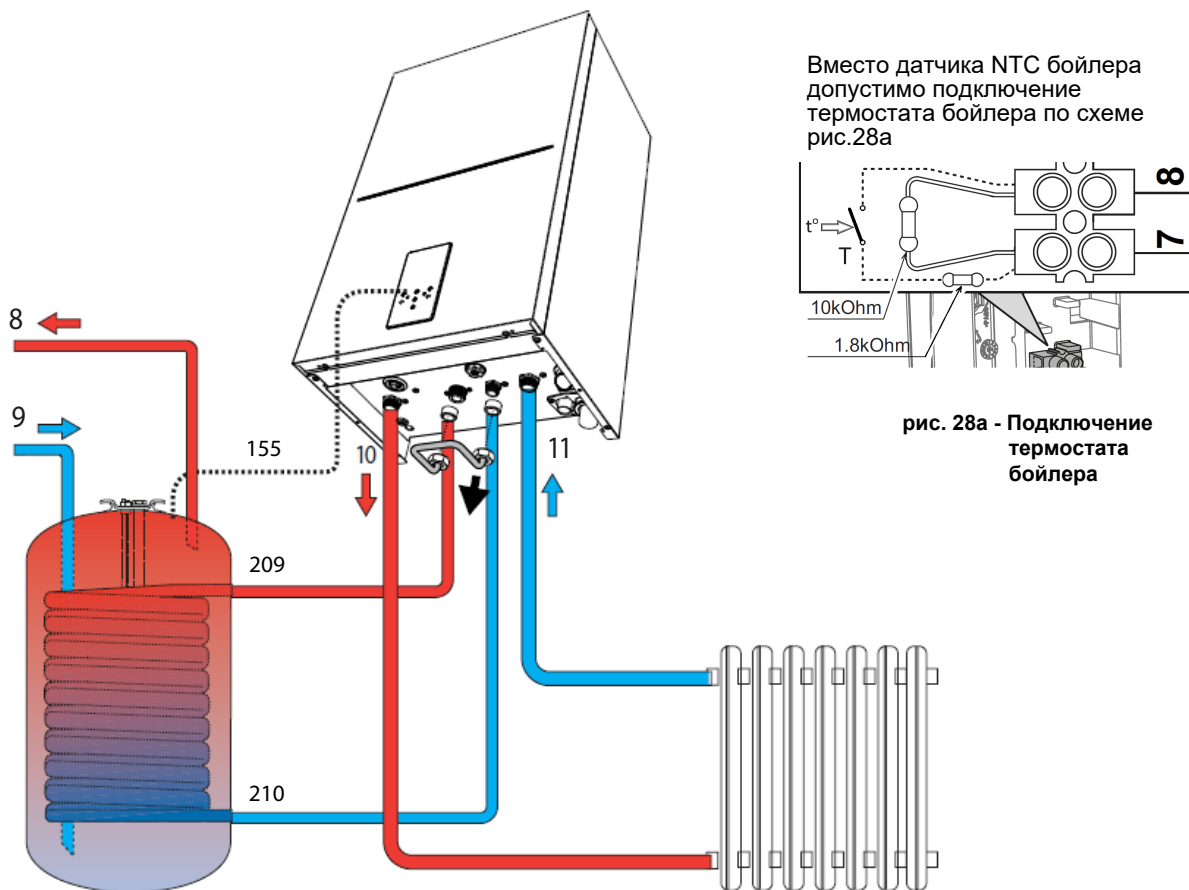
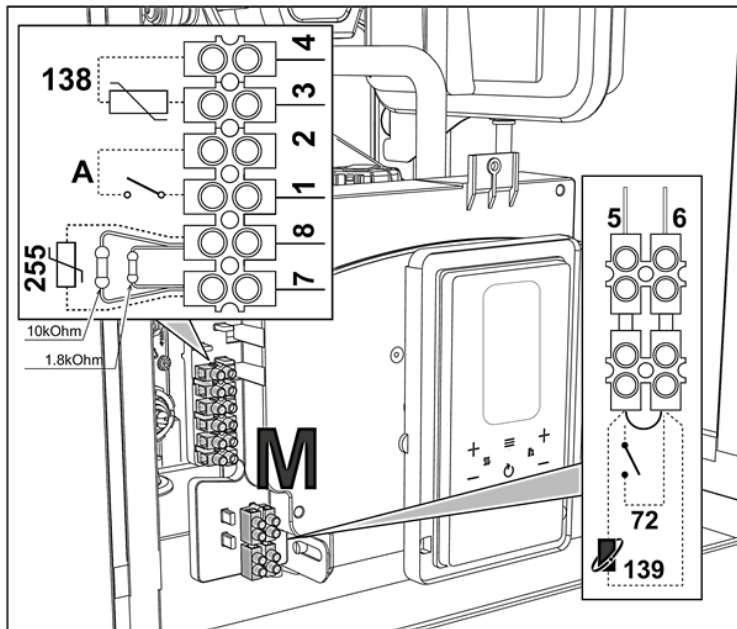

рис. 28- Схема соединений с внешним бойлером
рис. 29
Электронная плата котла предназначена также для управления внешним бойлером для производства воды ГВС. Соединения труб системы отопления и ГВС должны быть выполнены в соответствии со схемой рис. 28. Выполните электрические подключения в соответствии с электрической схемой на рис. 77. Для этой цели необходимо использовать датчик температуры воды в бойлере (код 1KWMA11W (2м) или 043005XO (5м)), подключив его к клеммам 7-8 соединительной колодки котла **вместо** двух резисторов (рис.29). При следующем включении агрегата система управления опознает датчик бойлера и автоматически настраивается на работу с ним, вызывая активацию дисплея и устройств управления, необходимые для работы в режиме ГВС.
После снятия передней панели ("Открытие передней панели" на стр. 44) можно получить доступ к клеммным колодкам (M) и предохранителю (F), действуя согласно нижеприведенным указаниям (и рис. 29). Клеммы, указанные на рис. 29, должны иметь чистые контакты (не 230В). Расположение зажимов и их назначение показаны также на электрической схеме на рис. 67.
рис. 29а
Конфигурация выключателя ON/OFF (А рис. 28)